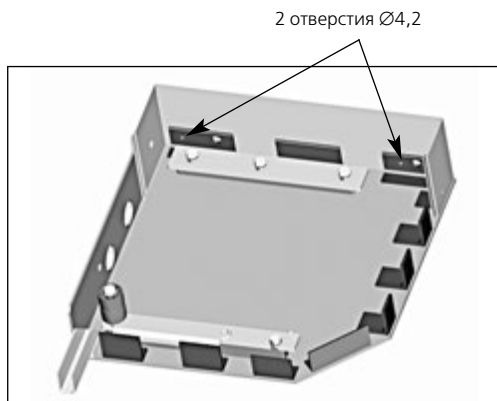

Рис.2.9
2. Разметить и сверлить совместно в уголках верхней части крышек и в задней панели короба по два отверстия Ø4,2 мм для последующей установки заклепок (рис.2.9);